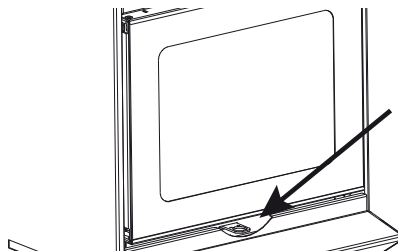

fig. 19 - Registro aria
- I registri aria, fig. 19 dovranno inizialmente risultare aperti per poi venir chiusi ancora con l'ausilio della mano fredda alla stabilizzazione della fiamma.